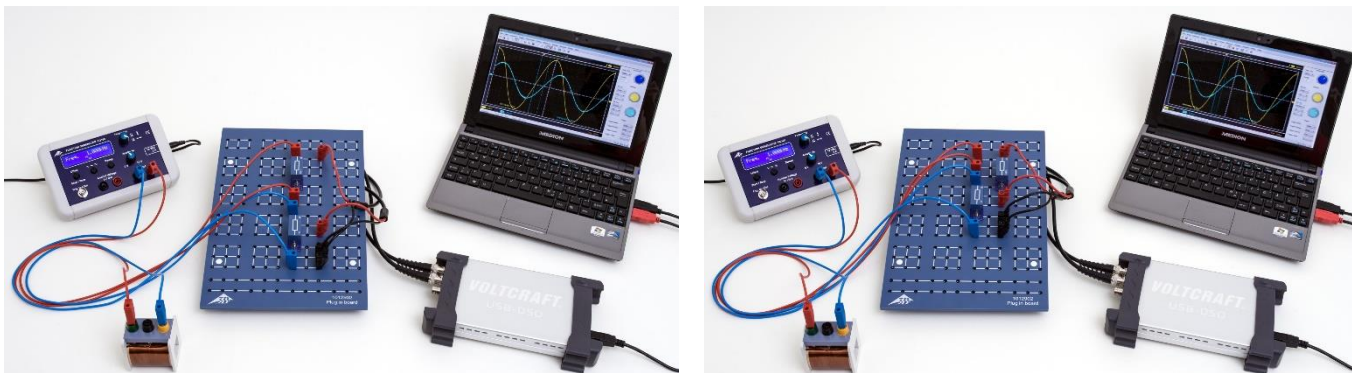

Fig. 1: Disposição de medição para ligação em série (esquerda) e para ligação em paralelo (direita).
- Montar a disposição de medição para a ligação em série (Fig. 1, à esquerda) conforme o diagrama de circuito (Fig. 2) com $R_m = 1 \Omega$, $R = 100 \Omega$ e a bobina com $N = 1200$ espiras / $L = 23,0$ mH.
- Montar a disposição de medição para a ligação em série (Fig. 1, à direita) conforme o diagrama de circuito (Fig. 3) com $R_m = 1\ \Omega$, $C = 100\ \Omega$ e a bobina com $N = 1200$ espiras / $L = 23,0\text{ mH}$.